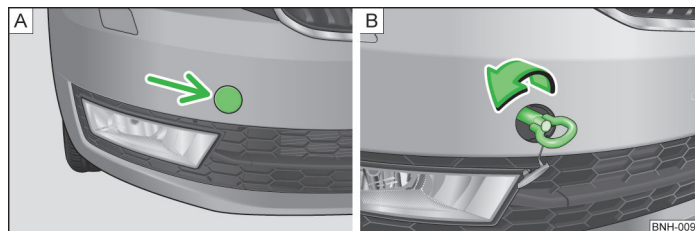

Abb. 119 Vorderer Stoßfänger: Abdeckkappe / Einbau der Abschleppöse
- Auf die linke Hälfte der Abdeckkappe im Pfeilbereich drücken » Abb. 119 - **A**.
- » Abb. 119 - .